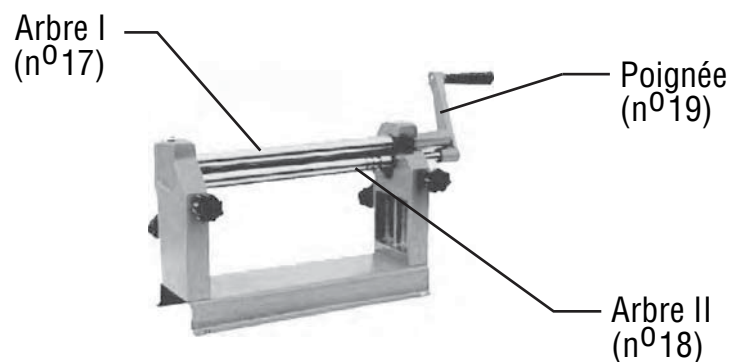

Figure 5
7. Pour former des fils, sélectionnez la plus petite rainure que vous pouvez utiliser et placez le rebord de ce fil sur la rainure de l'arbre II (n^o 18). Les autres opérations s'effectuent de la même façon que pour former la tôle. **Voir la figure 5 .**